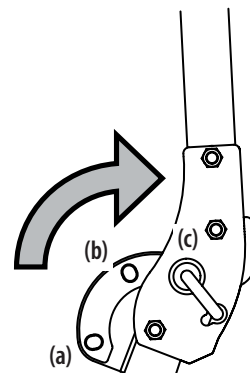

Figure 2-4
2. Lorsque les goupilles sont dans la position de rotation, relevez la partie supérieure de la structure de protection anti-retournement de sa position de transport (a) jusqu'à la position verticale (c). Cette partie supérieure ne doit pas être placée à la position de transport du bac récupérateur (b). Voir Figure 2-4.